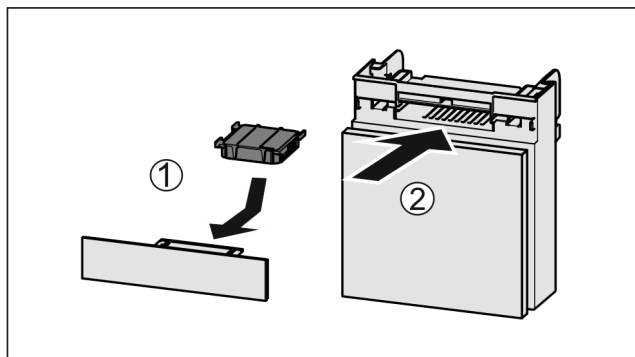

Fig. 78
- ▶ Wkładać Fig. 78 (1) filtr z węglem aktywnym zgodnie z ilustracją.
- ▶ Wsunąć komorę Fig. 78 (2).